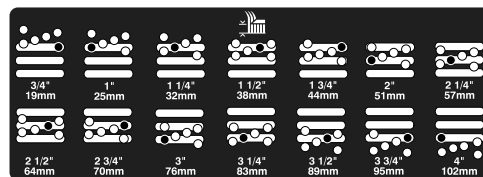

Figure 4
5. Placez la chambre à la hauteur de coupe voulue et mettez l'entretoise dans le trou et la fente correspondant à la hauteur de coupe désignée (Figure 4)